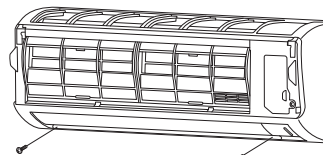
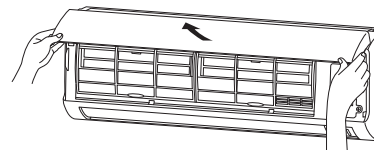

Fig. 3-41
Fig. 3-44
- (2) Togliere le 2 viti. (Fig. 3-41)
- (2) Assicurarsi che la griglia e il telaio siano ben fissate insieme innestando le linguette.
- (3) Fissare la griglia con le 2 viti precedentemente rimosse. (Fig. 3-41)
- (4) Installare la griglia di aspirazione dell'aria.
- (a) Lasciare che l'estremità della griglia di aspirazione dell'aria scivoli nella parte superiore dell'unità interna, e quindi inserirla fino in fondo all'interno. (Fig. 3-44)